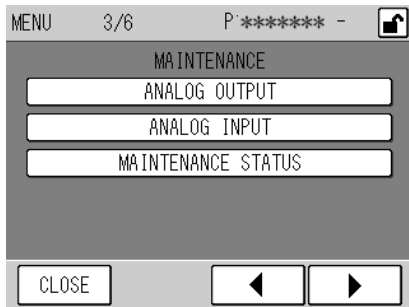

Fig. 54 MENU/MAINTENANCE Fenster
- MAINTENANCE (Fig. 54 auf Seite 42)